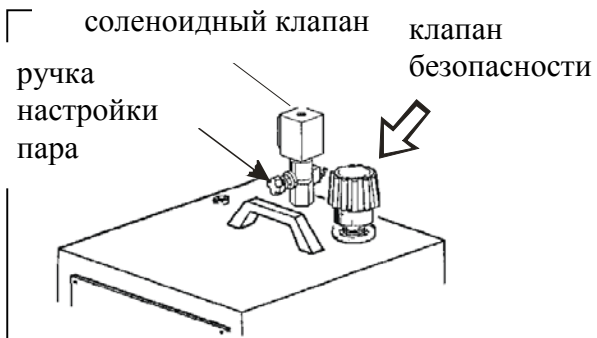

Рис. 4
5. **Никогда не заменяйте колпачок предохранительного клапана (Рис. 4) на колпачок другого типа. ВНИМАНИЕ! Клапан безопасности установлен на 5**
5. При использовании Barbara 31 совместно с доской без вакуума, на доске могут оставаться круглые пятна от сконденсированного пара. Чтобы избежать этого, положите войлок под подкладку и отрегулируйте регулятор пара на минимум (Рис. 4).
Отвинтите клапан безопасности (Рис. 4). Слейте бойлер, открыв кран слива (Рис. 6). Как только вода выйдет, не забудьте закрыть кран.
3. Заменяйте клапан безопасности каждые 2500 часов или максимум 1 раз в 3 года (рис. 4);